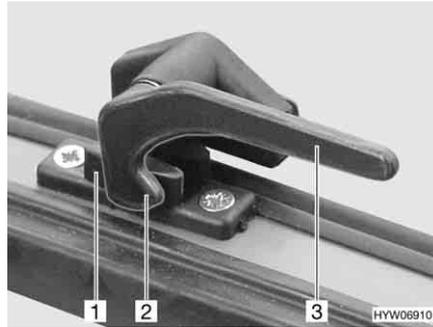
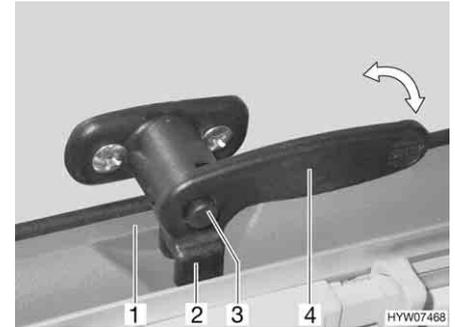

Fig. 75 La palanca de bloqueo sin botón de seguridad en la posición "cerrada"
Fig. 76 La palanca de bloqueo con botón de seguridad en la posición "cerrada"
- Si es necesario, presionar el botón de seguridad (Fig. 76,3) y mantenerlo pulsado.
- Girar la palanca de bloqueo (Fig. 75,3 ó Fig. 76,4) un cuarto de vuelta hacia el marco de la ventana. La saliente de bloqueo (Fig. 75,2) se encuentra en el lado interior del bloqueo de la ventana (Fig. 75,1), o la horquilla (Fig. 76,2) en la palanca de bloqueo se encuentra completamente del lado interior del bloqueo de la ventana (Fig. 76,1).
- En la posición "cerrada fijamente" (Fig. 75 ó Fig. 76)